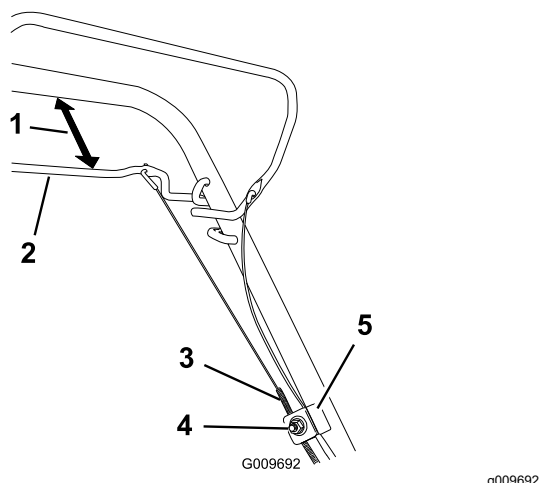

Figura 22
1. Allentate il dado del supporto cavo (Figura 22).
2. Mantenete la barra della trazione automatica a una distanza compresa tra 25 e 38 mm dalla stegola (Figura 22).
3. Abbassate la guaina del cavo (verso la macchina) fino a tendere il cavo (Figura 22).